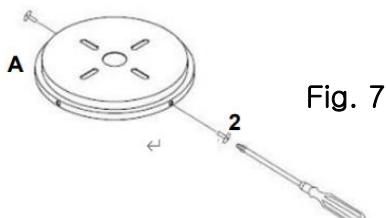

Fig. 7
- 마운팅 브라켓에서 제거하여 보관해 두었던 나사 두 개를 준비하고, 마운팅 브라켓에 있는 나머지 나사 두 개(1)를 조금만 풀어줍니다. Fig. 7